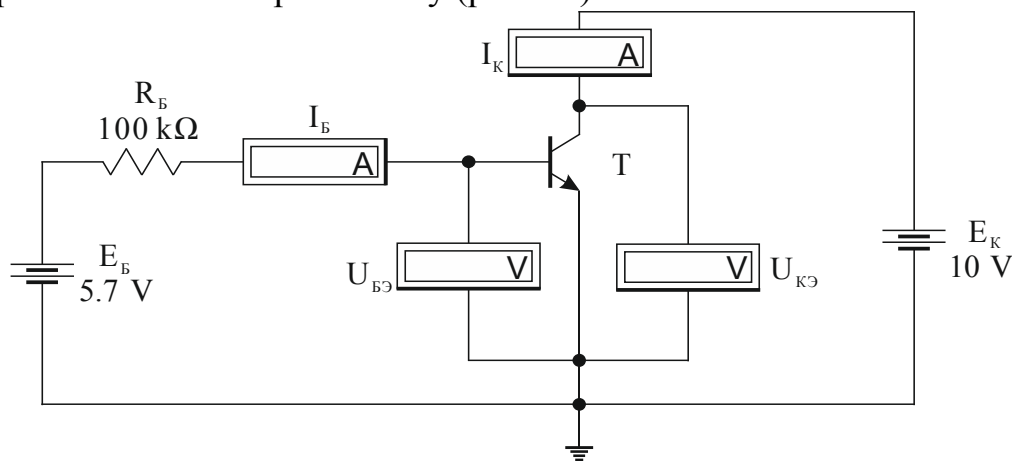
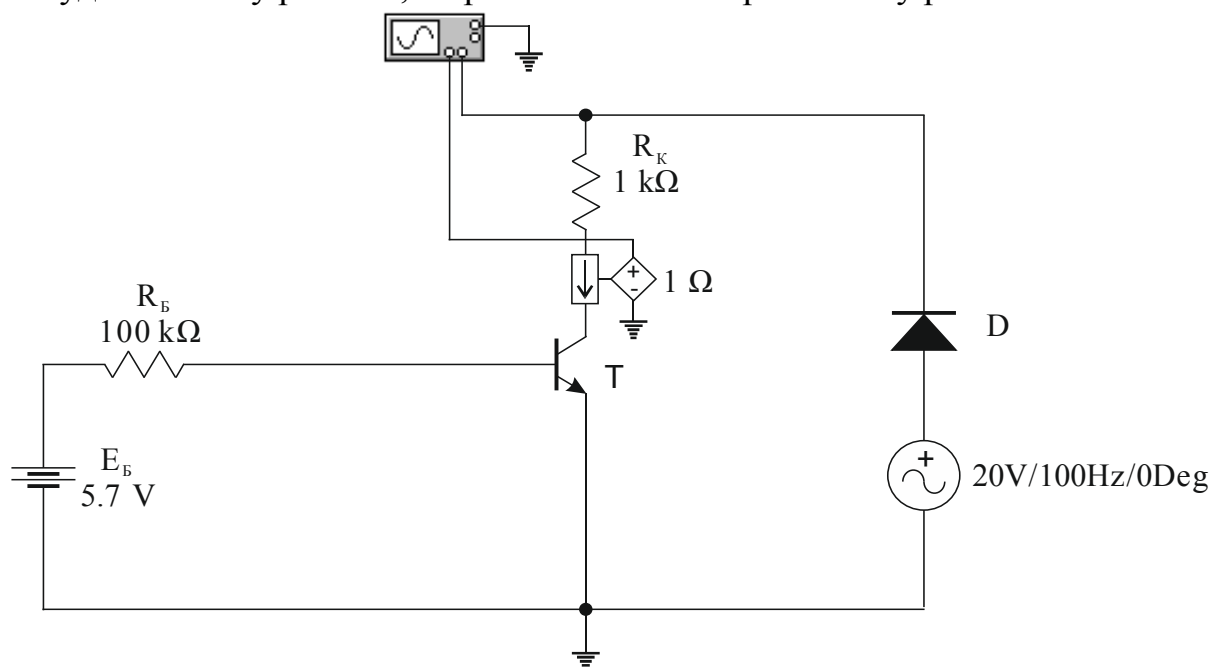

Рис.9.1.
Рис.9.2.
1.1. На рабочем поле собрать схему (рис.9.1)
2.1. На схеме рис. 9.1 изменить номиналы источников ЭДС  $E_B = 0 \text{ В}$  и  $E_K = 10 \text{ В}$ . Включить схему. Результаты измерений занести в табл. 9.4.
3.1. В схеме рис. 9.1 произвести измерения тока коллектора  $I_K$  для каждого значения  $E_K$  и  $E_B$ . Результаты занести в табл. 9.5. По данным табл.9.5. построить график зависимости  $I_K$  от  $E_K$ .
3.2. Не удаляя схему рис. 9.1, на рабочем поле собрать схему рис.9.2
4.1. На схеме рис.9.1. установить значение ЭДС  $E_K=10$  В и произвести измерения тока базы, напряжения база-эмиттер, тока эмиттера для различных значений напряжения источника  $E_B$  в соответствии с таблицей 9.6. Результаты измерений занести в эту же таблицу. Обратите внимание, что коллекторный ток примерно равен току в цепи эмиттера